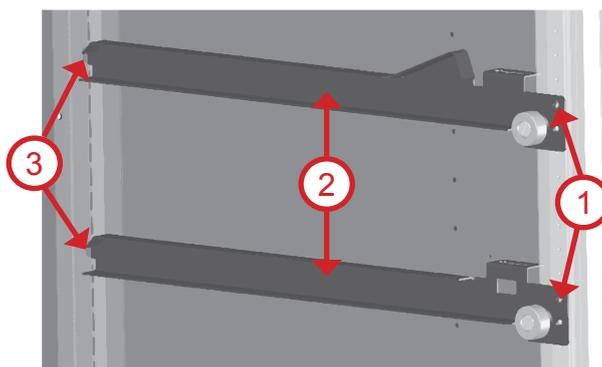

Рисунок 41 - Установка направляющей полки
3. Отвинтите винт (см.рис. 41, поз.1), на направляющей, которую нужно переместить.
4. Вытащите направляющую (см.рис.41, поз.2) из паза (см.рис.41, поз.3).
5. Установите направляющую на новое место, вставив её в паз и зафиксировав винтов (см. рис.41, поз.1).